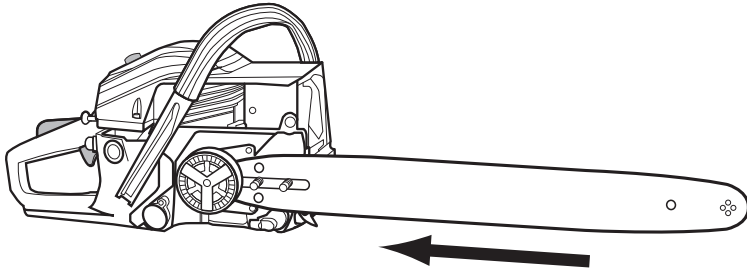

Abb. 5
2. Schieben Sie die Schiene bis zum Anschlag in Richtung Kettenrad (27) (Abb. 5).